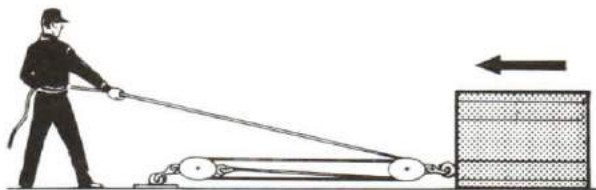

Figure 11-39
8. Once again you exert 100 lbs of pull. This comes out as 400 lbs. at the end of the first tackle. If there is 400 lbs on the hauling part of the second tackle, a mechanical advantage of 4 makes this 1600 lbs pull on the case. The final mechanical advantage has been the mechanical advantage of one purchase multiplied by that of the second: $4 \times 4 = 16$; $16 \times 100 \text{ lbs} = 1600 \text{ lbs}$. This arrangement of purchases is called luff upon luff. See Figure 11-39.
8. De nouveau, vous exercez un effort de 100 livres ce qui en donne 400 à l'extrémité du premier palan. Avec 400 livres d'effort sur le courant de halage du deuxième palan, on obtient 1600 livres de traction, grâce à la démultiplication de quatre. La démultiplication définitive est donc maintenant celle du premier palan multiplié par celle du deuxième soit: $4 \times 4 = 16$; $16 \times 100 = 1600$ livres. Cette disposition de palans s'appelle palan sur garant (voir la figure 11-39).